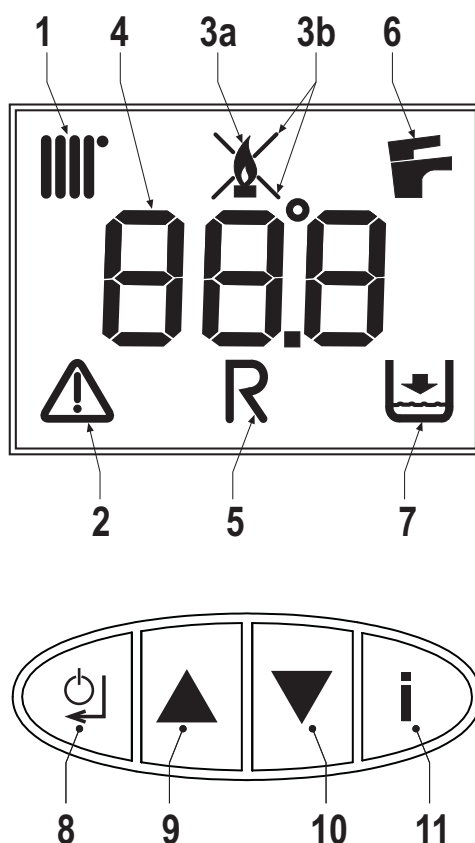

fig. 1 - Panel de mando
La demanda de calefacción, generada por el contacto de demanda, el termostato de ambiente o el cronomando remoto, se indica con el símbolo del radiador (1 - fig. 1).
La pantalla multifunción (4 - fig. 1) muestra la temperatura del sensor de calefacción y, durante el tiempo de espera correspondiente, la indicación "d2".
La demanda de agua caliente sanitaria, generada por una extracción, se indica con el símbolo del grifo (6 - fig. 1).
La pantalla multifunción (4 - fig. 1) muestra la temperatura del sensor del ACS y, durante el tiempo de espera correspondiente, la indicación "d1".
Pulse la tecla on/off (8 - fig. 1) durante 5 segundos.
Cuando el dispositivo se apaga, la tarjeta electrónica aún tiene tensión. Se desactivan la producción de agua sanitaria y la calefacción. El sistema antihielo permanece operativo. Para reactivar el dispositivo, pulse otra vez la tecla on/off (8 - fig. 1) durante 5 segundos.
Para acceder al menú de la configuración de usuario, pulse la tecla Info (11 - fig. 1).
Pulse la tecla Info (11 - fig. 1) hasta que aparezca el parámetro **u01** del menú de configuración de usuario.
Pulse la tecla Envío (8 - fig. 1): se visualiza el valor actual del parámetro **u01**.
Utilice las teclas (9 y 10 - fig. 1) para regular la temperatura desde un mínimo de 30 °C hasta un máximo de 85 °C.
Pulse la tecla Envío (8 - fig. 1) para confirmar el ajuste.
Luego, pulse la tecla Info (11 - fig. 1) hasta salir del menú.
Pulse la tecla Info (11 - fig. 1) hasta que aparezca el parámetro **u02** del menú de configuración de usuario.
Pulse la tecla Envío (8 - fig. 1): se visualiza el valor actual del parámetro **u02**.
Utilice las teclas (9 y 10 - fig. 1) para regular la temperatura desde un mínimo de 10 °C hasta un máximo de 65 °C.
Pulse la tecla Info (11 - fig. 1) hasta que aparezca el parámetro **u03** del menú de configuración de usuario.
Pulse la tecla Envío (8 - fig. 1): se visualiza el valor actual del parámetro **u03**.
Utilice las teclas (9 y 10 - fig. 1) para seleccionar el modo Verano (0) o Invierno (1).
Pulse la tecla Info (11 - fig. 1) hasta que aparezca el parámetro **u04** del menú de configuración de usuario.
Pulse la tecla Envío (8 - fig. 1): se visualiza el valor actual del parámetro **u04**.
Utilice las teclas (9 y 10 - fig. 1) para seleccionar el modo Economy (0) o Comfort (1).
Luego, pulse la tecla Info (11 - fig. 1) para salir del menú.
Pulse la tecla Info (11 - fig. 1) hasta que aparezca el parámetro **u05** del menú de configuración de usuario.
Pulse la tecla Envío (8 - fig. 1): se visualiza el escalón actual de potencia máxima.
Utilice las teclas (9 y 10 - fig. 1) para variar la potencia máxima entre 1 (escalón mínimo) y 5 (escalón máximo).
Pulse la tecla Info (11 - fig. 1) hasta que aparezca el parámetro **u06** del menú de configuración de usuario.
Pulse la tecla Envío (8 - fig. 1): se visualiza el valor actual del parámetro **u06**.
Utilice las teclas (9 y 10 - fig. 1) para cambiar el modo de funcionamiento.
Pulse la tecla Info (11 - fig. 1) hasta que aparezca la indicación **u07** del menú de configuración de usuario.
Pulse la tecla Envío (8 - fig. 1): se visualizan la potencia actual del quemador (escalón) y el estado de la llama.